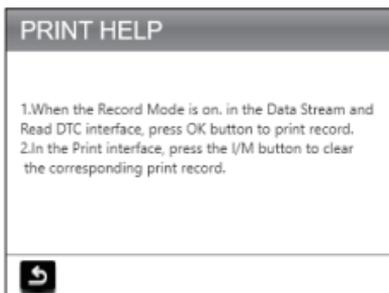

Figura 9.1.4
4. Selecione PRINT HELP (Figura 9.1.4) e pressione [OK] para visualizar as instruções de impressão dos relatórios de teste.